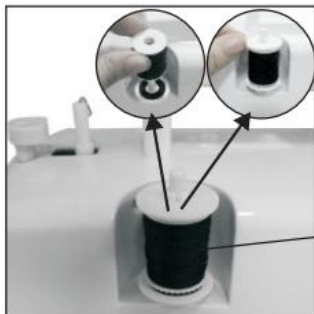

Fig. 11
1. Nasadte cívku s nití na držák (Fig. 11).